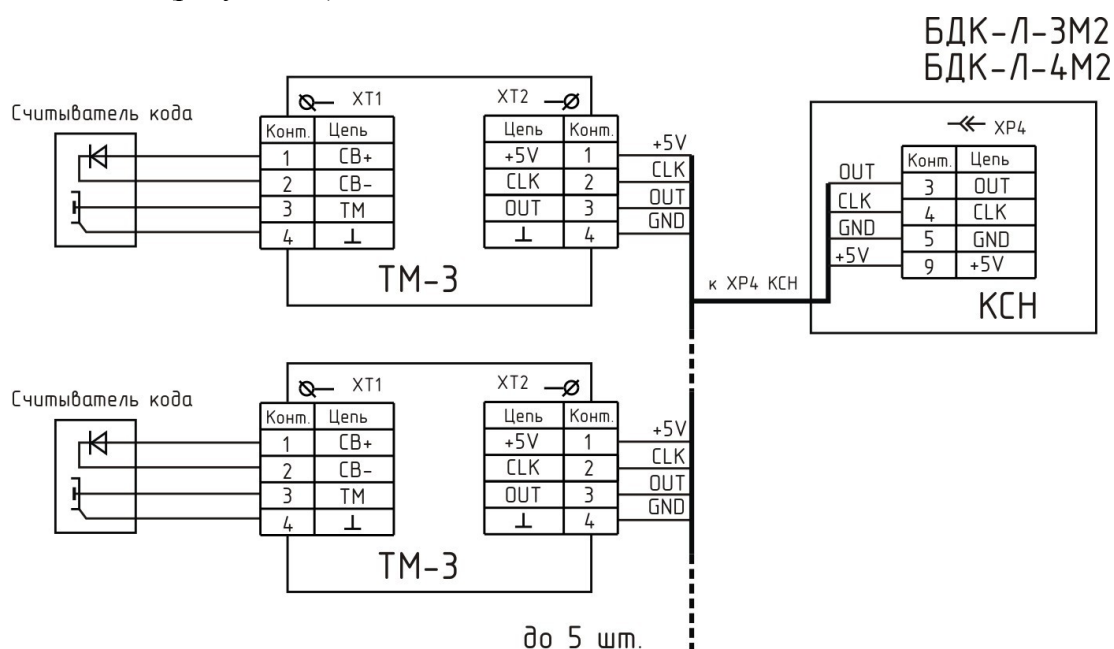

Рисунок 24 - Параллельное подключение ТМ-СЛДКС-3 до 5 шт.
7) Программируемыми переключателями JP1 и JP2 на плате ТМ-СЛДКС-3 установить собственный адрес блока от 1 до 5. Допускается параллельное подключение ТМ-СЛДКС-3 к одному КСН до 5 шт. (рисунок 24).